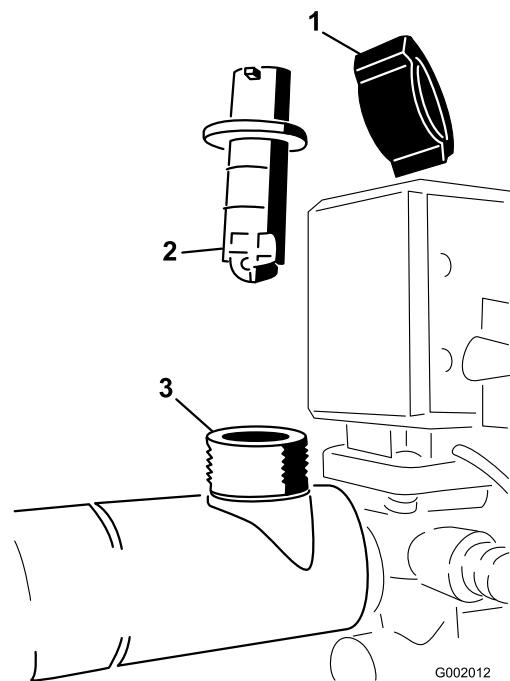

Figure 74
2. Retirez le capuchon de retenue du corps du débitmètre (Figure 74).